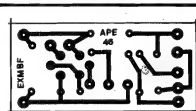

Fig. 2
- FIG. 2 - LAY OUT DO CIRCUITO IMPRESSO ESPECÍFICO - Devido ao reduzido número de peças, a plaquinha é diminuta, de muito fácil realização... O diagrama mostra o padrão cobreado de ilhas e pistas necessário à acomodação/inteligência dos componentes... Como o desenho está em tamanho natural, bastará ao Leitor/Hobbysta "carbonar" o lay out diretamente sobre a face cobreada de uma plaquinha de fenolite virgem nas convenientes dimensões, efetuar a traçagem (com decalques ou tinta-ácido-resistente), promover a corrosão (na solução de perclorato de ferro), limpeza, furação e... pronto! Os cuidados específicos com a manipulação e utilização de Circuitos